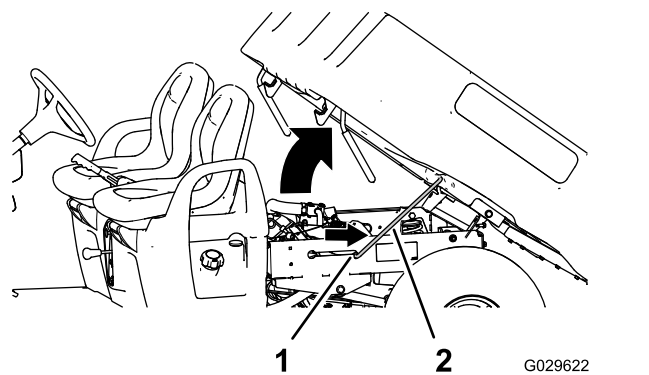

Figura 14
2. Tirate l'asta di supporto inserendola nella fessura di arresto per fissare il pianale (Figura 14).
2. Estraete l'asta di supporto dalla fessura di arresto (Figura 14).
3. Abbassate il pianale fino a quando non si fissa saldamente in posizione (Figura 14).